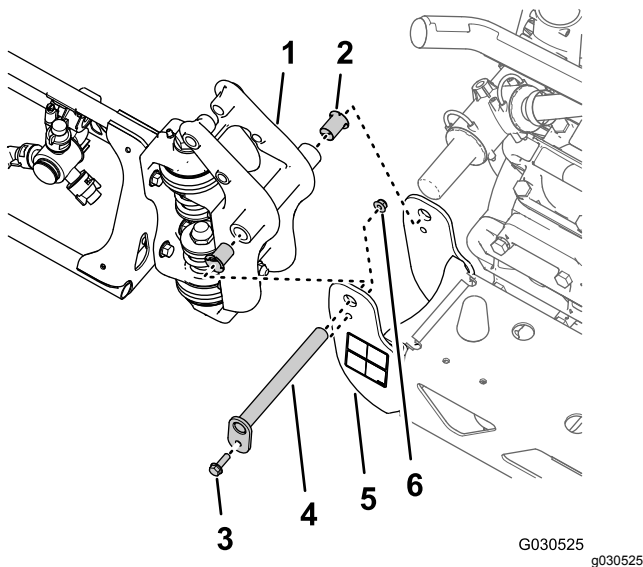

Figure 42
1. Retirez le boulon à embase (5/16" x 1") et le contre-écrou à embase (5/16") qui fixent l'axe de pivot au support de pivot (Figure 42).
- Retirez l'axe de pivot du support de pivot de la section de pulvérisation centrale et la fixation de pivot de la section de pulvérisation extérieure (Figure 42).
- Séparez la section de pulvérisation extérieure de la section de pulvérisation centrale et déposez la section extérieure de la machine (Figure 42).
- Retirez les 2 bagues à embase en nylon de la fixation de pivot de la section de pulvérisation extérieure (Figure 42).